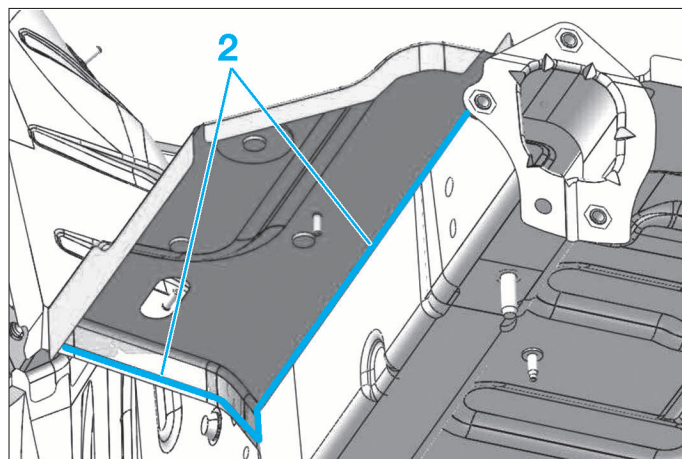
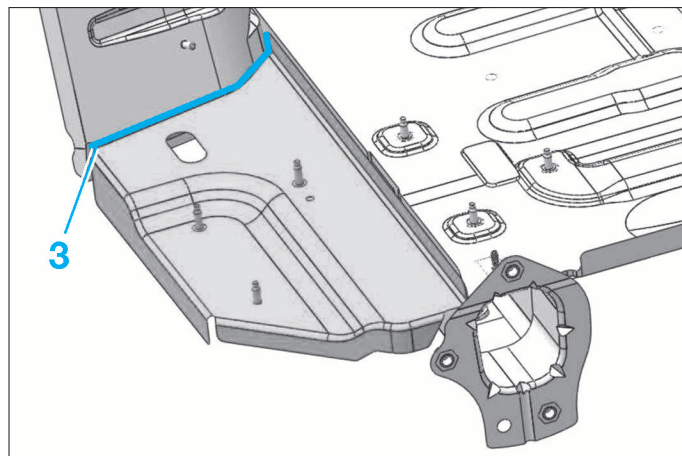

FIG. 128
FIG. 129
- Appliquer du mastic sur les lignes (2) (Fig.128) et (3) (Fig.129).